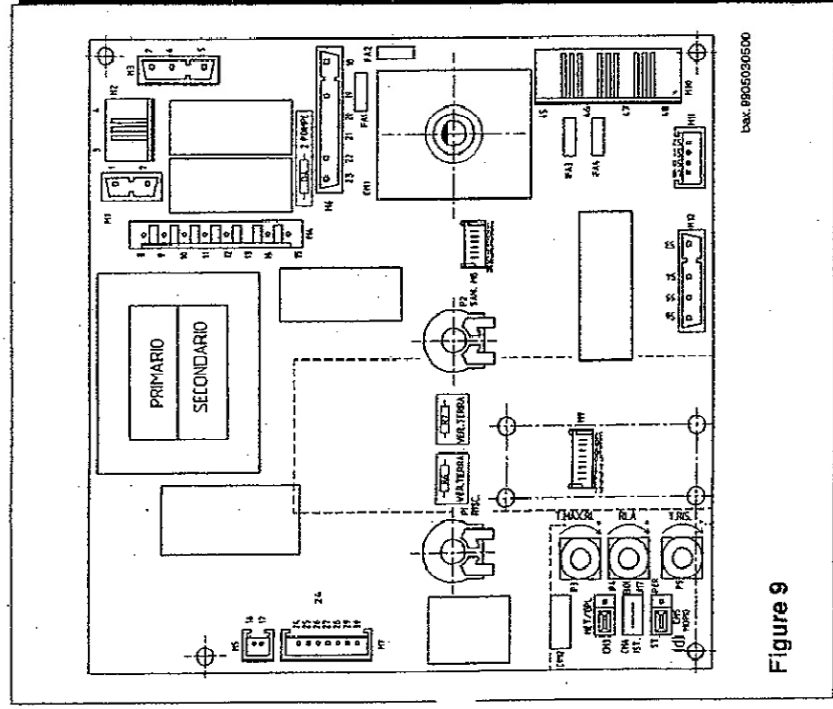
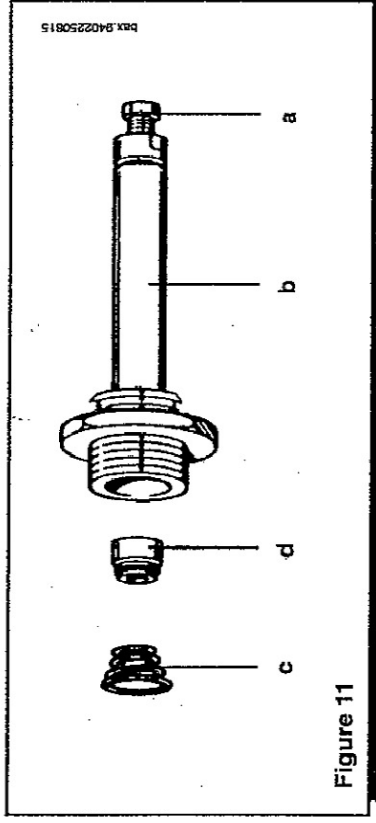

Figure 9
Figure 11
- * ~~remplacer le ressort en ayant soin de le placer correctement (figure 11);~~
- * ~~remonter le tube et effectuer le nouveau tarage de pression comme indiqué en (E).~~
- * positionner le pont du connecteur "changement de gaz", dans le secteur MET pour le gaz naturel ou dans le secteur GPL pour le gaz liquide (figure 9 de la page 11).
- * dévisser la vis noire (a, Figure 11) jusqu'à ce qu'on atteigne la valeur de pression correspondant à la puissance réduite (voir tableau 1 de la page 14);
- * sceller la vis noire (a, Figure 11).